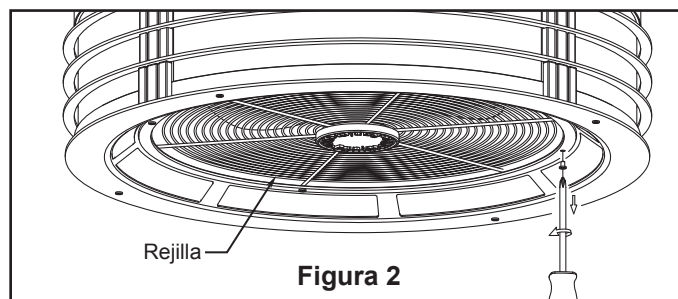

Figura 2
- ☐ 1. Extraiga los tornillos y extraiga cuidadosamente la rejilla del motor. Guarde los tornillos y la rejilla para el paso 3. (Figura 2)